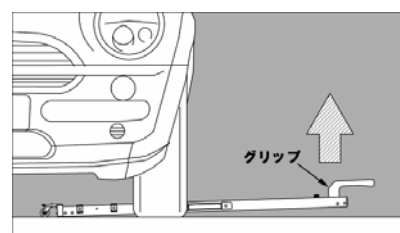

図 3
1. 本体のグリップを持ち少し上に上げ、車両の下へ入れます。(図 3)